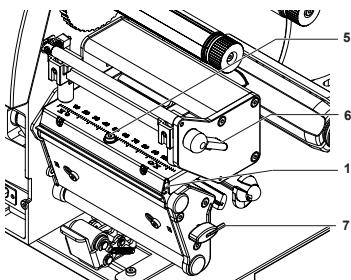

Figure 2
2. Pivoter le levier (6) vers la position représentée sur la figure 2.